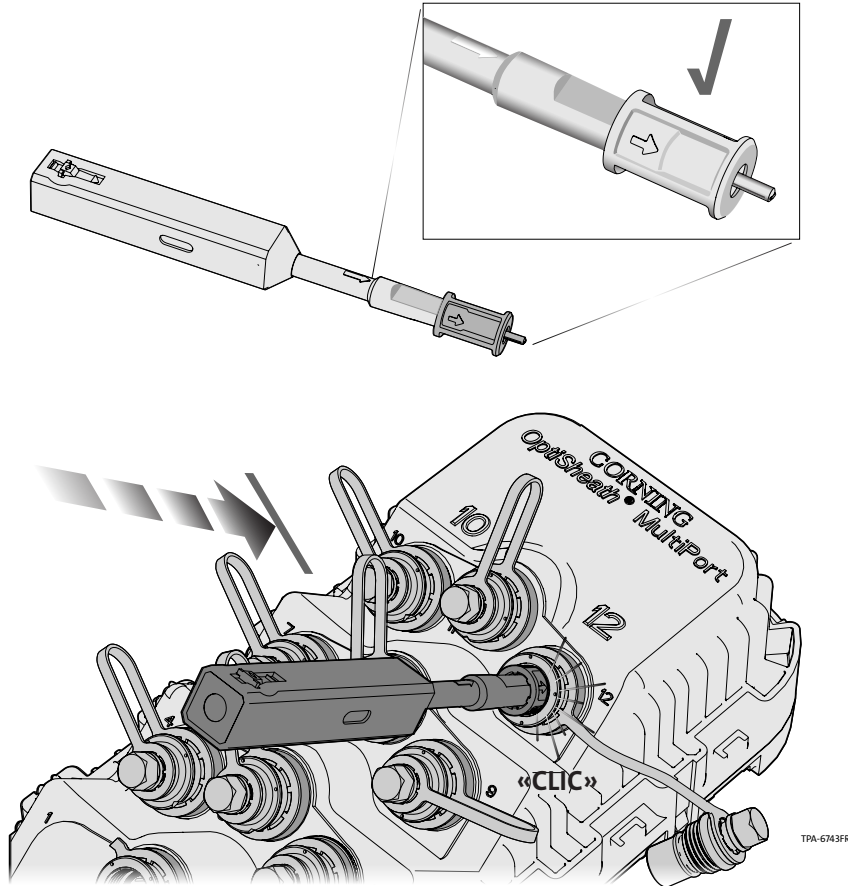

Figure 9
Étape 3: Insérer l'outil de nettoyage dans le port du terminal jusqu'à ce que l'outil arrive au fond et qu'un « CLIC » se fasse entendre. (Figure 9).